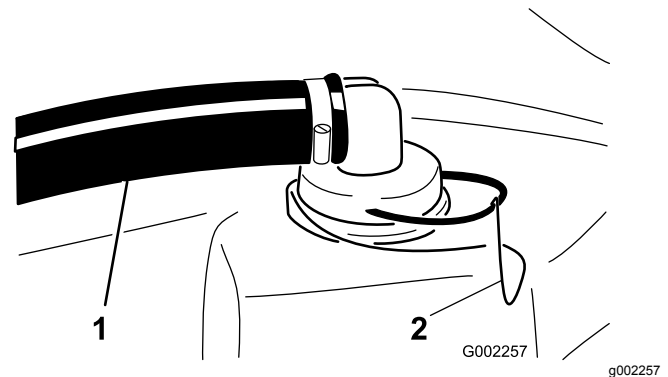

Bild 41
2. Nehmen Sie oben am Sprühbehälter den Halter ab, mit dem das Schlauchanschlussstück befestigt ist, der am dicken Schlauch und dem Siebgehäuse angeschlossen ist (Bild 41).
3. Nehmen Sie den Schlauch und das Schlauchanschlussstück vom Siebgehäuse ab (Bild 41).